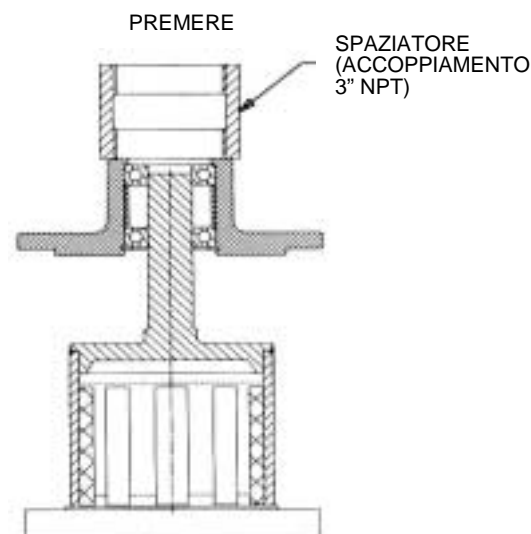

FIGURA 14
4. Mettere il (1) cuscinetto nel foro di alloggiamento. Picchiettare gentilmente o premere nel foro. Posizionare lo spaziatore nel foro ed inserire una secondo cuscinetto. Premere verso il basso fino a che i cuscinetti toccano il fondo. Installare l'anello di bloccaggio interno nell'alloggiamento del cuscinetto.
5. Fare scivolare l'albero del gruppo del magnete esterno nel cuscinetto fino ad incontrare resistenza. (Vedere **Figura 14**) Metterlo in verticale nella pressa, mettere uno spaziatore sull'estremità dell'alloggiamento come ad esempio un accoppiamento NPT da 3" e premere l'alloggiamento verso il basso fino a che il cuscinetto tocchi il fondo sulla spalla dell'albero. Installare l'anello di bloccaggio esterno sull'albero del gruppo del magnete esterno.